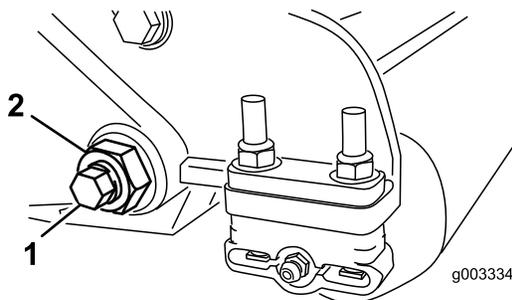

Bild 27
3. Lösen Sie an jeder Seite der Maschine die Klemmmutter, mit der die Schraube des Untermesserträgers befestigt ist (Bild 27).